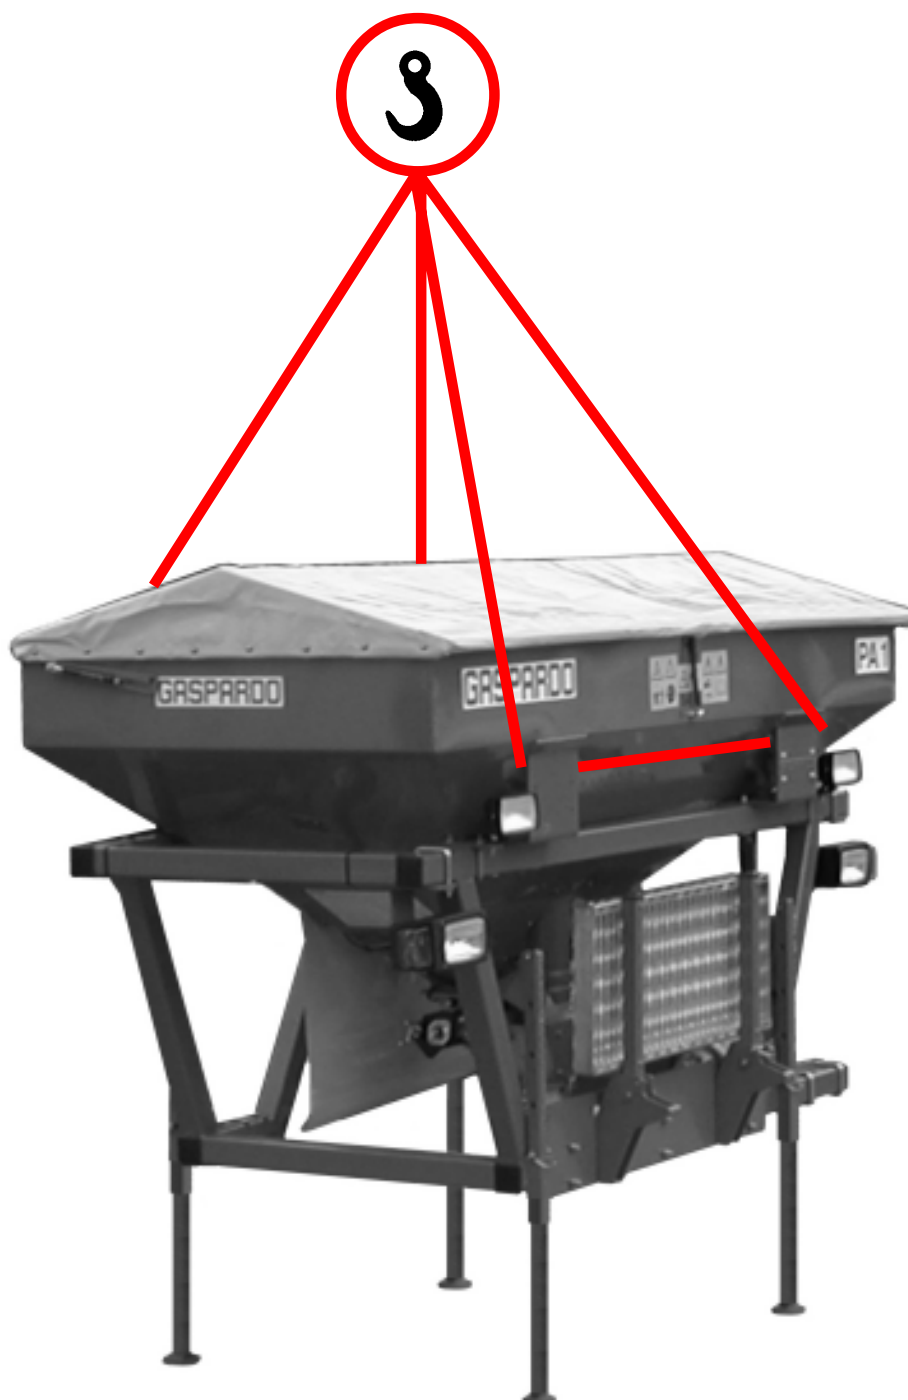
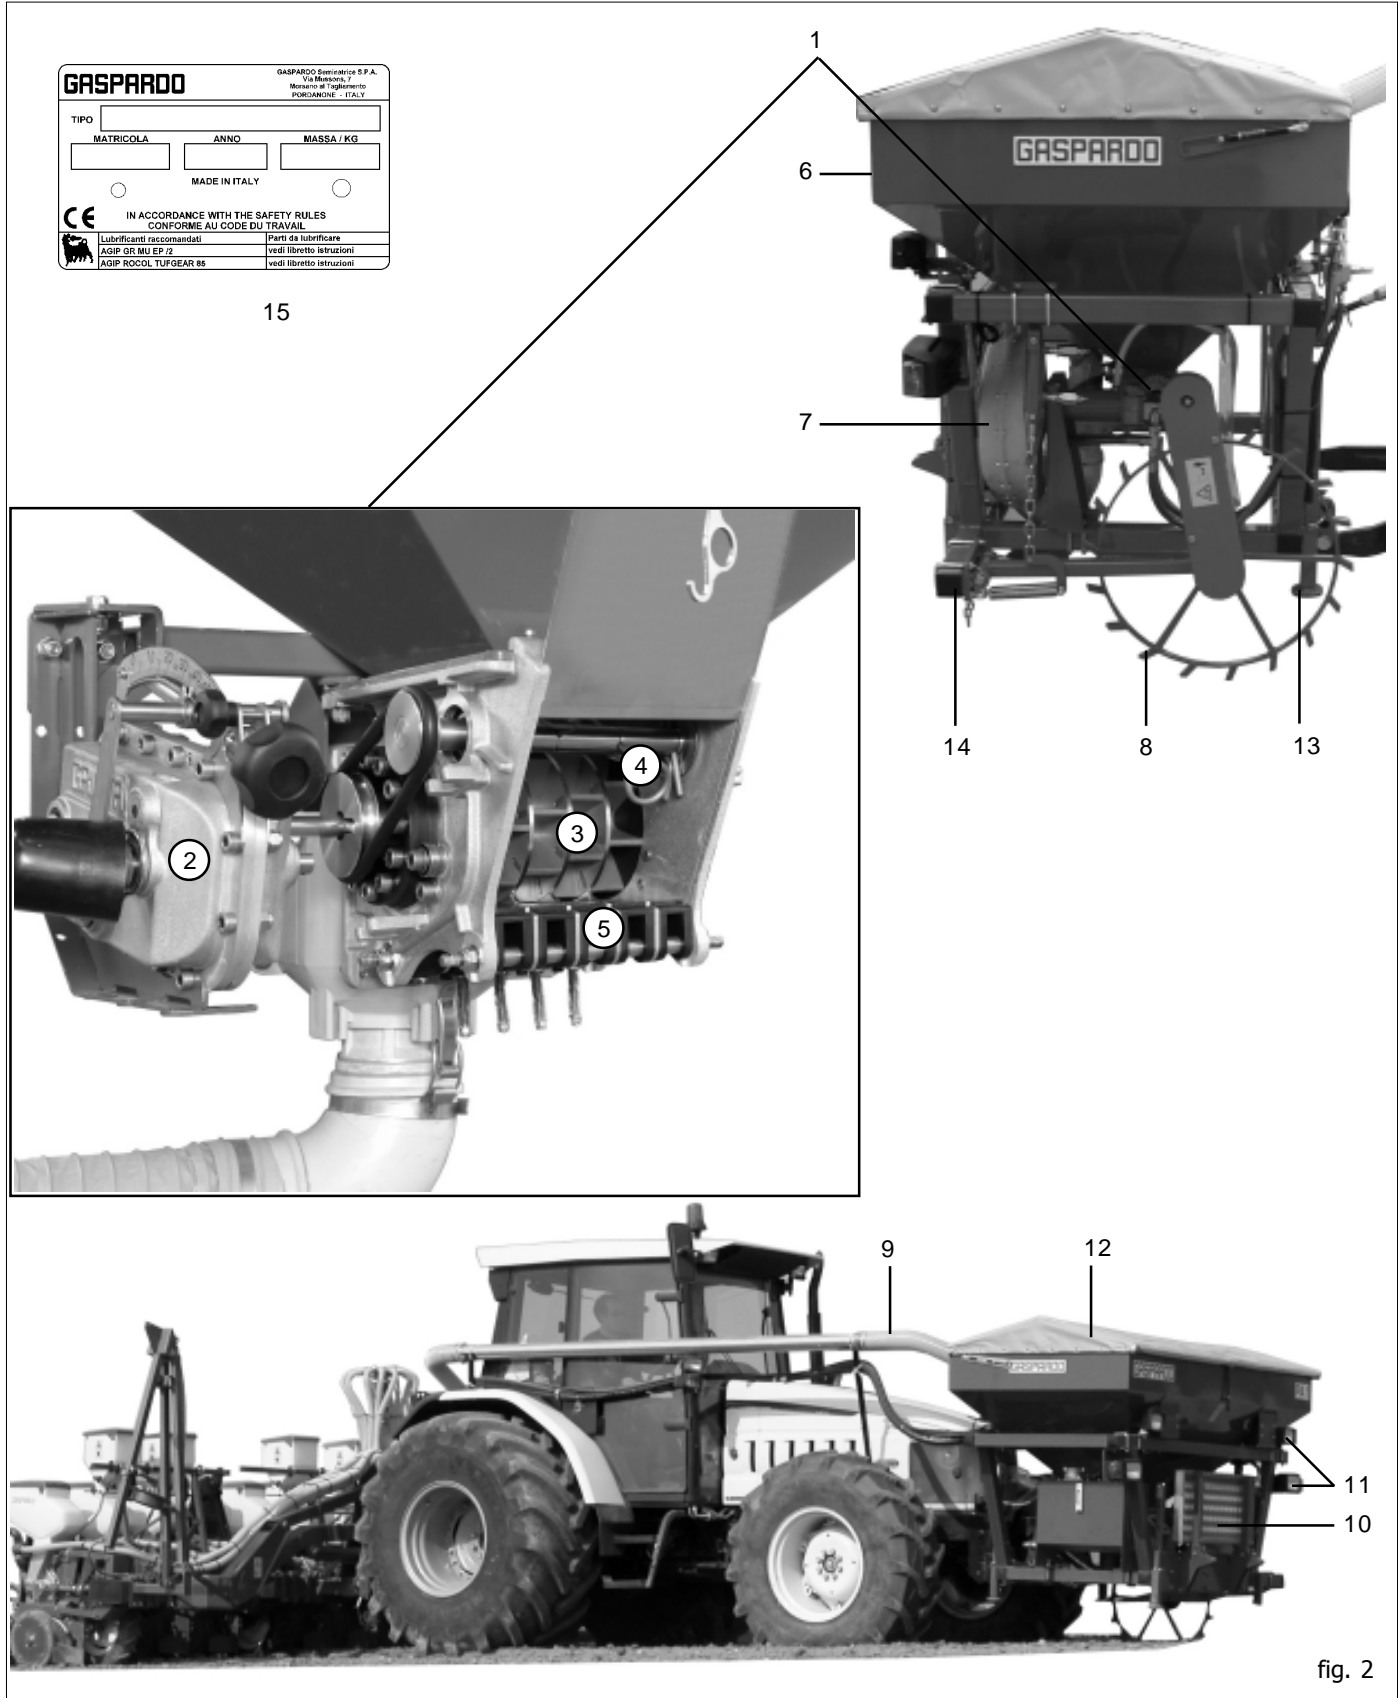

fig. 1
fig. 2
Jede einzelne Maschine ist mit einem Identifizierungsschild (15Abb. 2) ausgestattet, das folgende Angaben enthält:
Für das Handling der Maschine ist dieselbe zu heben, indem sie mittels der speziellen Anschlüsse (Abb. 1) an einem Hubwagen mit einer Hubkapazität von mindestens 50 Doppelzentnern befestigt wird. Da dieser Vorgang sehr gefährlich ist, muss er von kompetenten, ausgebildetem Personal ausgeführt werden. Das Maschinengewicht ist auf dem Maschinenschild angegeben (15Abb. 2).
1.6 GESAMTZEICHNUNG (Abb. 2)